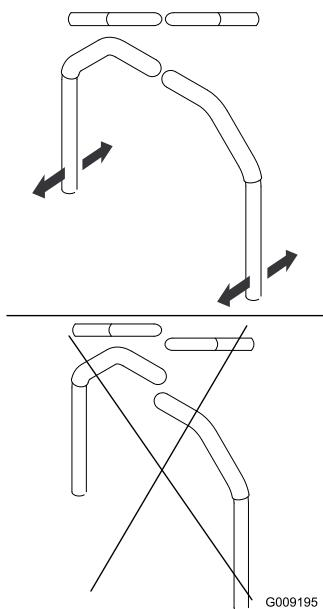

Bild 77
4. Richten Sie die Hebel in Längsrichtung aus. Bringen Sie die Hebel zuerst in der Neutral-Stellung zusammen und schieben Sie die Hebel dann so lange, bis sie ausgerichtet sind. Ziehen Sie dann die Schrauben an (Bild 77).